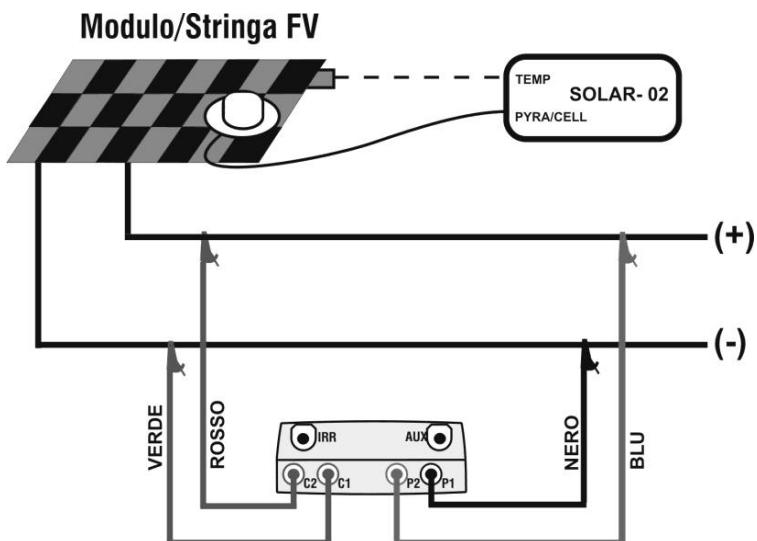

Fig. 11: Ligação do instrumento ao painel/bateria de painéis (stringa) FV
22. Ligar o instrumento ao painel/bateria de painéis (stringa) em teste como se mostra na seguinte Fig. 11. Em particular, ligar o pólo Negativo na saída do painel/bateria de painéis (stringa) aos terminais P1, C1 e o pólo Positivo na saída do painel/bateria de painéis (stringa) aos terminais P2, C2. Na modalidade de ativação da medição “Auto” é recomendado o uso do acessório opcional KITKELVIN.